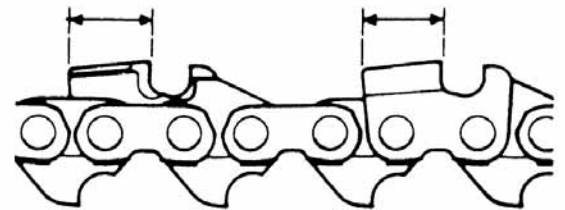

Fig. 4-6
- 5) Darauf achten, daß alle Schneidzähne dieselbe Länge haben. (Fig. 4-6)